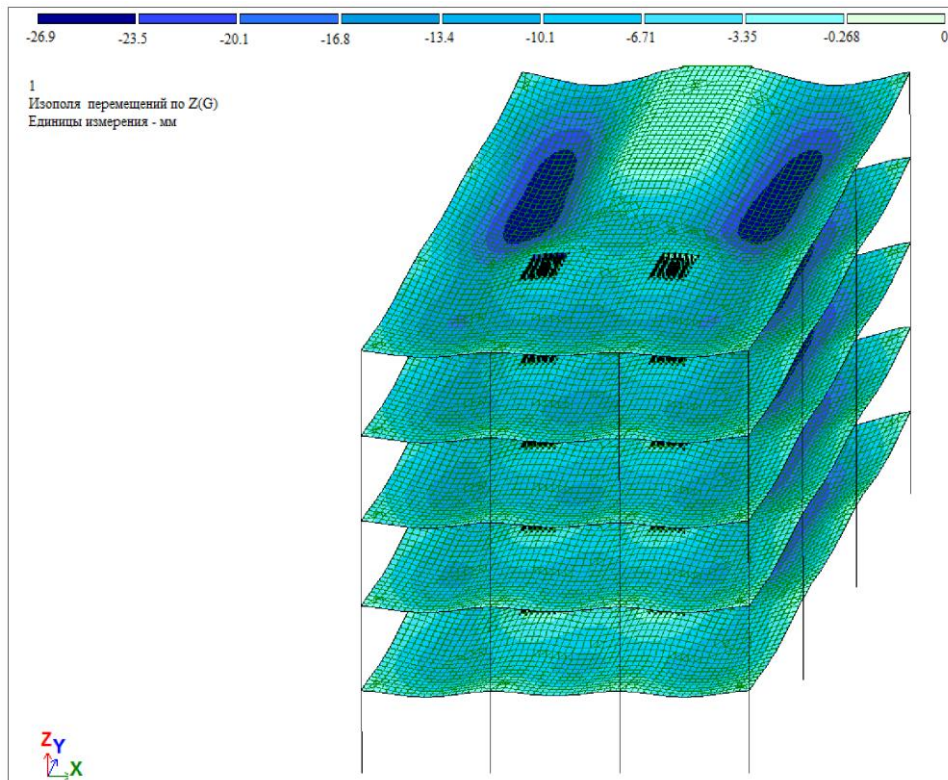

Рис.19.6. Изополя вертикальных перемещений плит перекрытий от РСН 1
- Чтобы вывести на экран изополя перемещений по направлению Z, выберите команду  – **Изополя перемещений в глобальной системе** в раскрывающемся списке **Мозаика/изополя перемещений** (панель **Деформации** на вкладке **Анализ**) и после этого щелкните по кнопке **Z** – вертикальные перемещения. Изополя перемещений по **Z** представлены на рис. 19.6.